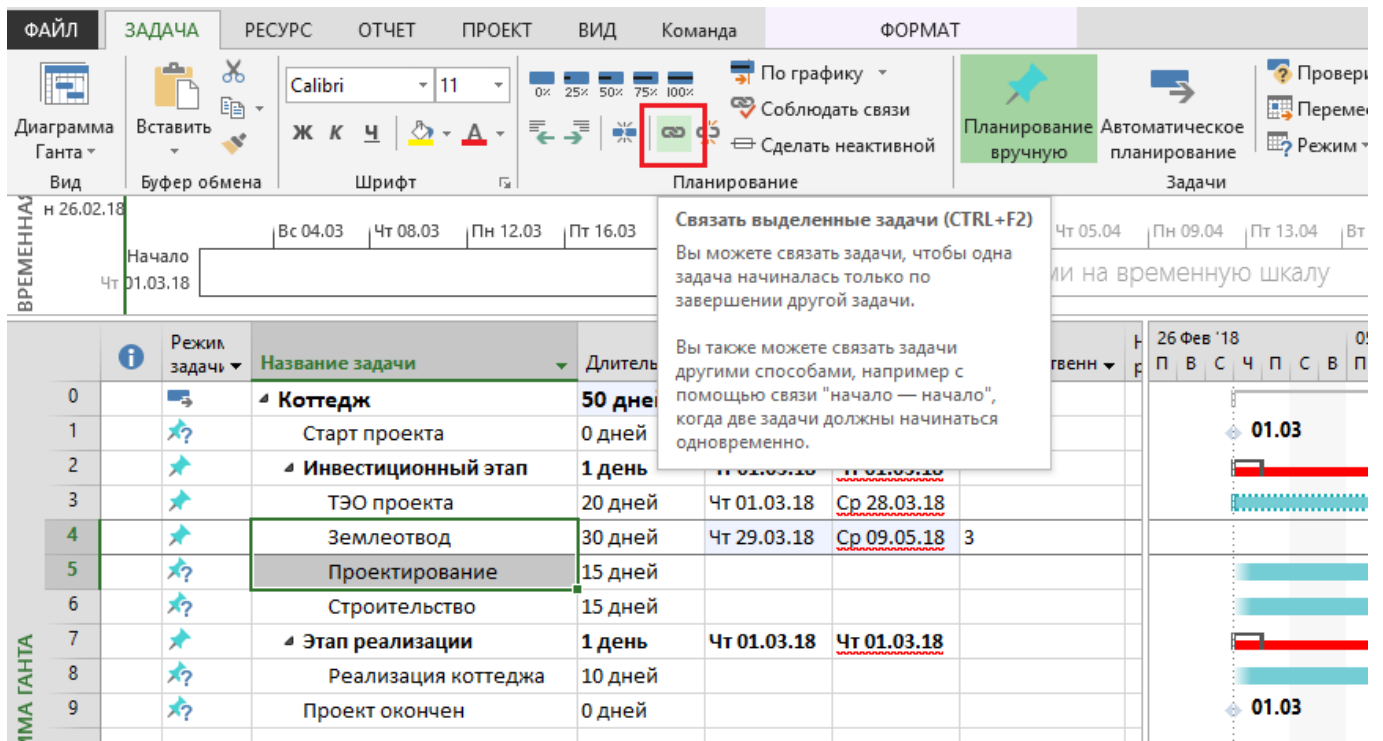

Рисунок 7 – Формирование связей между задачами через кнопку «Связать задачи»
- б. Щелкнуть на пиктограмме «Связать задачи» на вкладке «Задача» в разделе «Планирование», Рисунок 7.